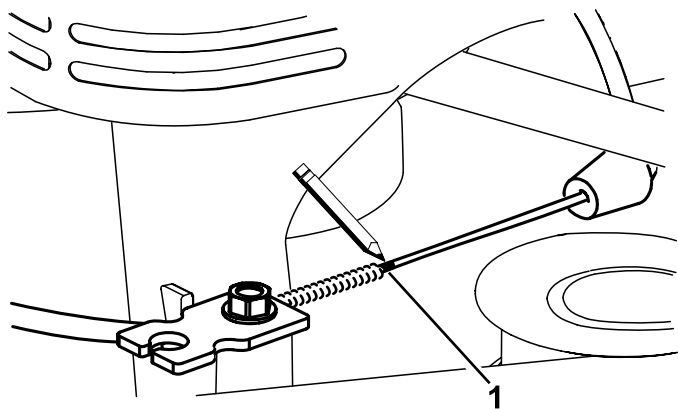
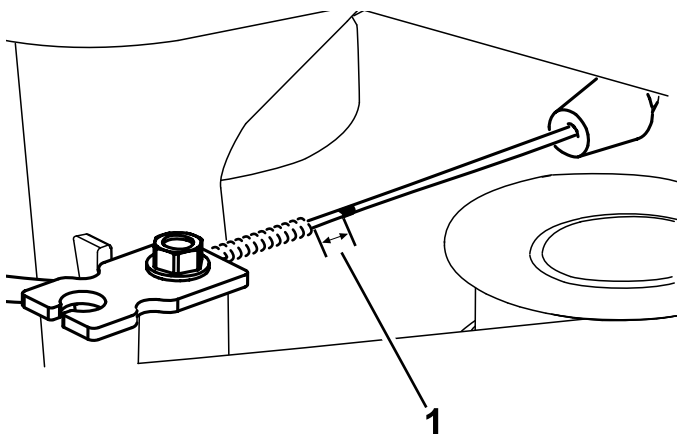

Figure 49
Figure 50
7. Marquez le câble de frein (Figure 49), puis ajustez la gaine jusqu'à obtention d'un mou de 3 mm (Figure 50).